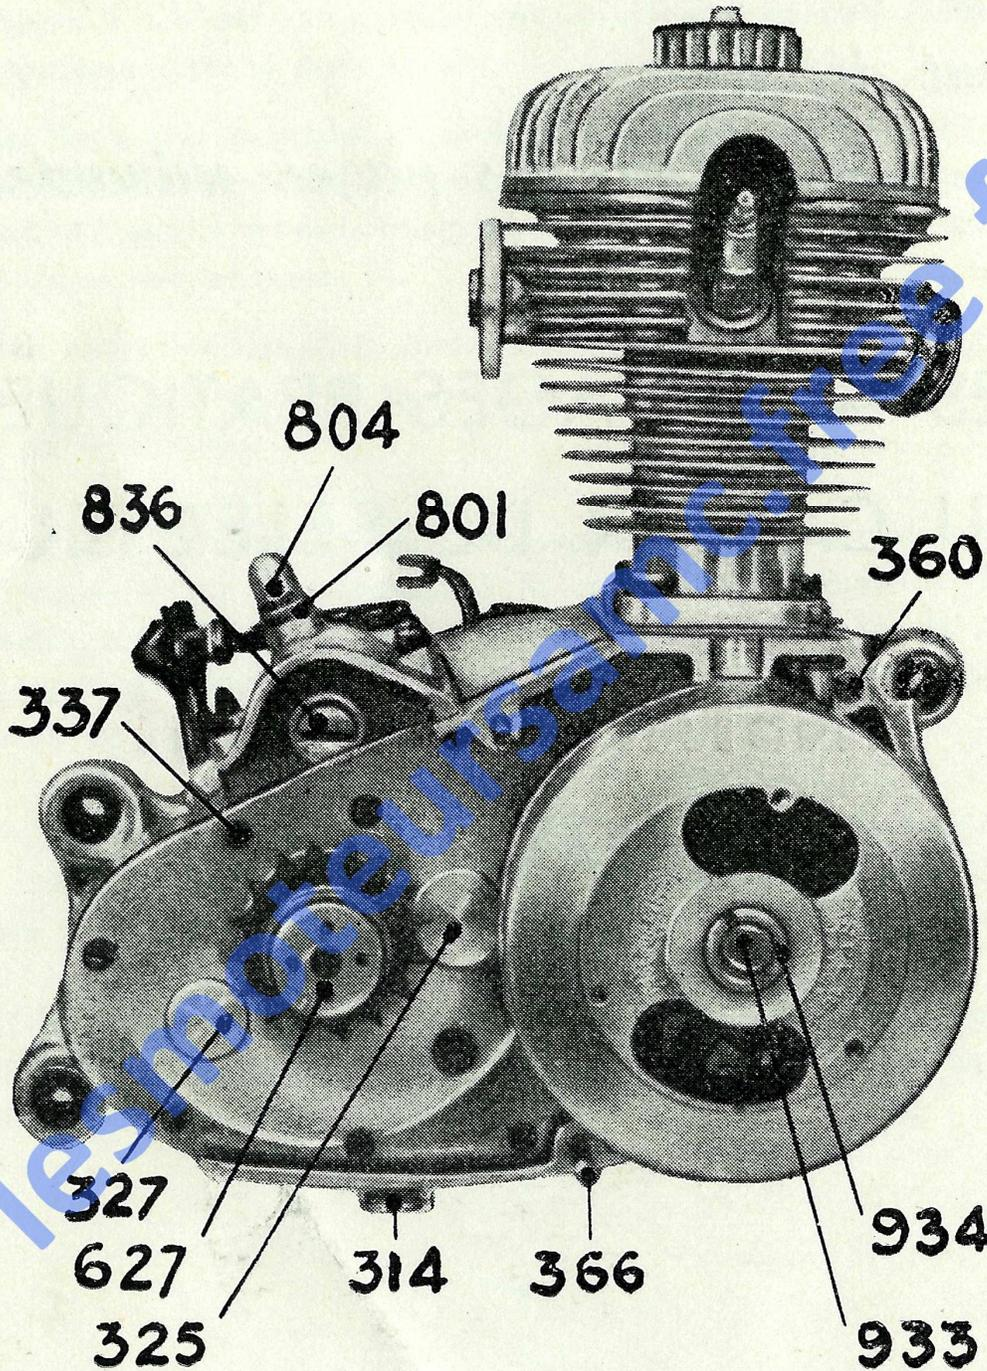
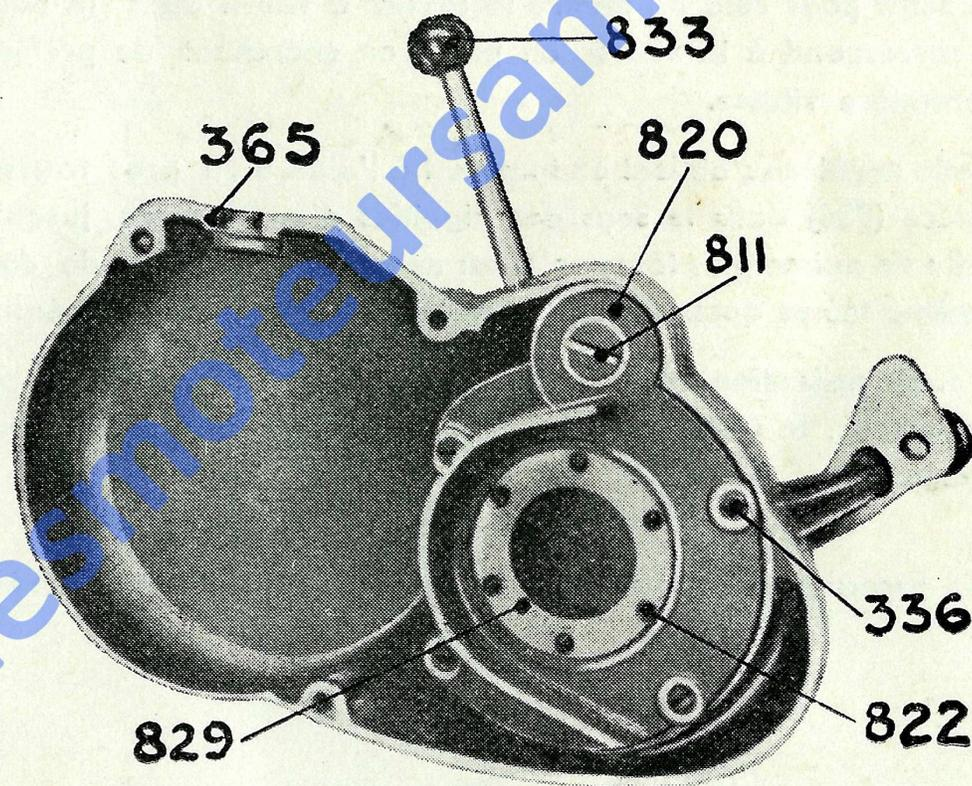

Fig. 10
Fig. 11
FIGURES 10 et 11
Le moteur est présenté dans la figure 10 avant que soit mis en place le **carter de sélecteur (365)** dont on peut voir, figure 11, ci-dessous, la face interne.
La pièce 811 de la figure 11 étant soumise à un mouvement rotatif dont le sens est déterminé par la pédale de commande suivant qu'elle est manœuvrée avec le talon ou avec la pointe du pied, ce mouvement se trouve communiqué à la pièce 836 de la figure 10, avec laquelle elle est accouplée aussitôt que le carter de sélecteur a été mis en place. Ce dernier est guidé par les deux goujons (366) et positionné par la vis de centrage (360).
plaque support (820) (figure 12) et du carter de sélecteur (365) (figure 11).